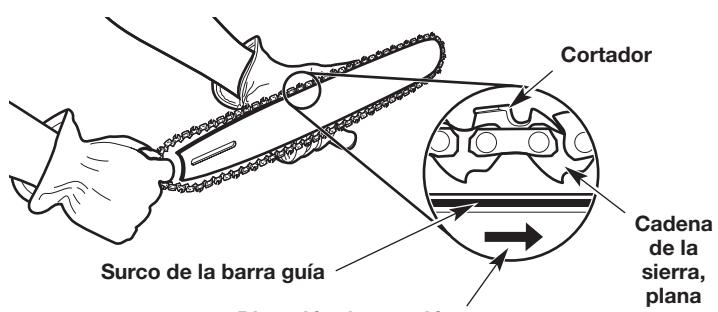
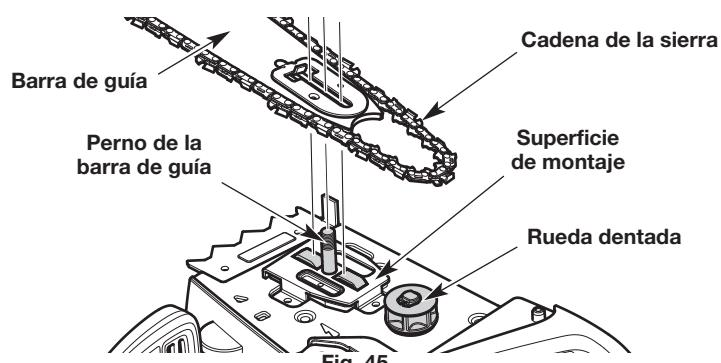

Fig. 44
Fig. 45
3. Extraiga cuidadosamente la cadena de la sierra y la barra de guía (Fig. 45).
3. Coloque la cadena de la sierra en el surco de la barra guía (Fig. 44). Compruebe que los cortadores estén en la dirección correcta de rotación (Fig. 44). Mantenga un lazo de la cadena de la sierra en el extremo trasero de la barra guía (Fig. 44).
4. Mantenga la cadena de la sierra y la barra guía juntas en la posición sobre la unidad. Enganche la cadena de la sierra alrededor de la rueda dentada de impulsión e instale la barra guía sobre el perno de la barra de guía (Fig. 45). Compruebe que la barra guía esté al ras contra la superficie de montaje (Fig. 45). Compruebe que las partes planas sobre la cadena de la sierra están en los surcos de la rueda dentada de impulsión (Fig. 44).